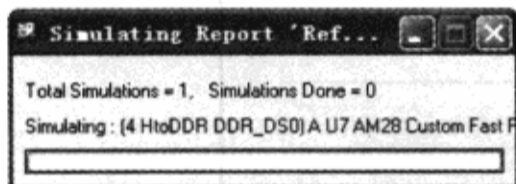

图 5-3-18 仿真进度窗口
(9) 在“Analysis Report Generator”对话框中单击“Create Report”按钮，弹出仿真进度窗口，如图 5-3-18 所示。